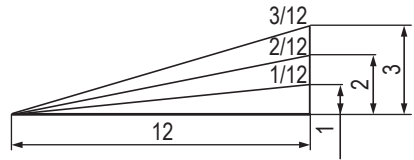

Fig. 40
- (7) El gradiente, que es la proporción de la altura hasta la base de la sección triangular a extraerse, puede utilizarse para el ajuste de la escala de ingletes en vez del ángulo de corte, si así se desea (consulte la Fig. 40).